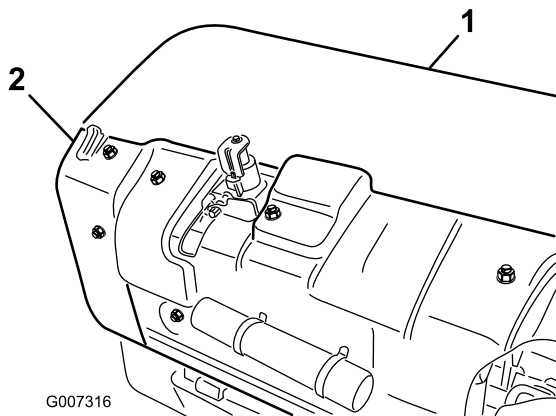

**Figura 33**
1. Compruebe la tensión correcta de la correa comprimiendo el resorte tensor hasta una longitud de 146 mm (5-3/4 pulgadas); consulte Figura 33.